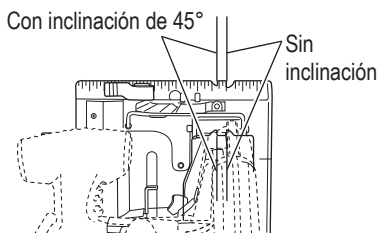
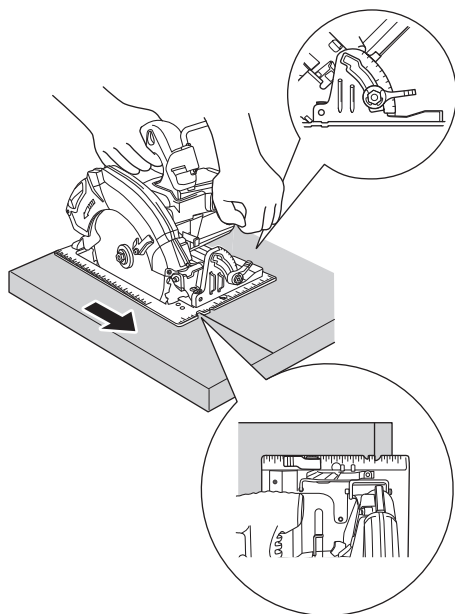
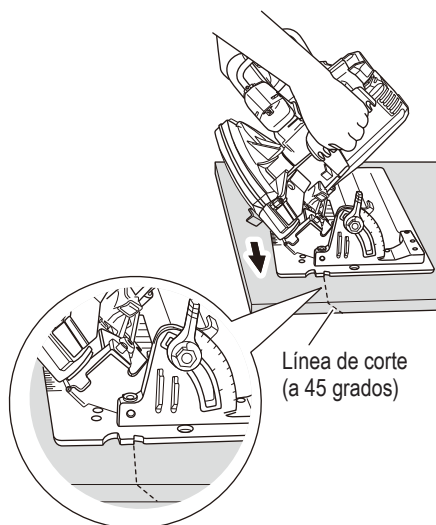

Fig. 29
Fig. 30
Fig. 31
- (1) Coloque la base en el material, alinee la línea premarcada con la hoja de la sierra utilizando la muesca de referencia situada en la parte delantera de la base (Fig. 29).
- (2) Cuando la base no está inclinada, use el lado derecho de la muesca (Fig. 29, Fig. 30). Si la base está inclinada (45 grados), use el lado izquierdo de la muesca (Fig. 29, Fig. 31).
4. Incline la sierra hacia adelante y alinee la ranura (Fig. 29) con la línea guía premarcada.